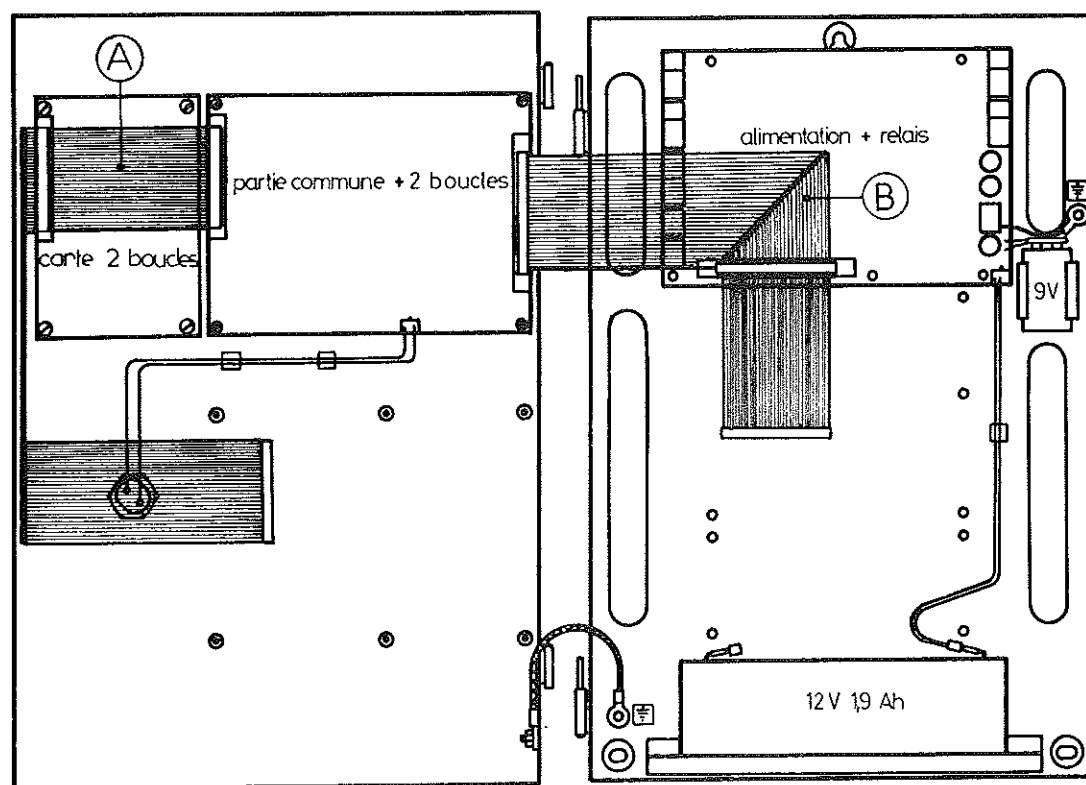

Figure 6
- Poser les cartes chantier et alimentation (voir figures 6 à 8).
- Poser les cartes de la porte (voir figures 6 à 8).